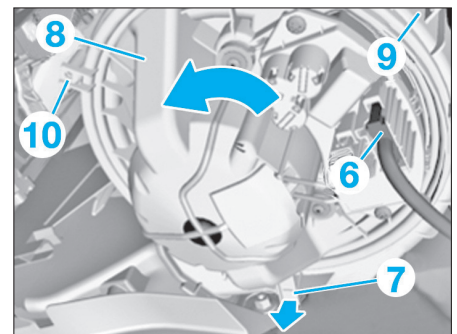

Fig. 41
- Déverrouiller et débrancher le connecteur (6) (Fig.41).